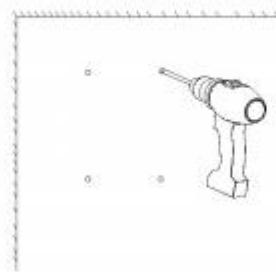

图 2-1
1. 在距离地面约 1.5 米左右位置，按如图 2-1 所示孔位尺寸 120mm*80mm 用记号笔做好孔标记；